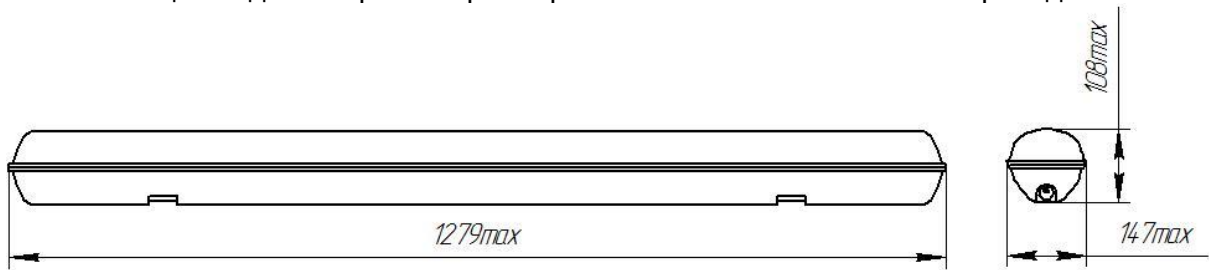

Рис.1
1.2.18 Общий вид и габаритные размеры светильника Линия-14-БА приведены на Рис.1.
1.4.1 Светильник состоит (см. Рис.1) из корпуса, изготовленного из поликарбоната, который является несущим элементом светильника, защитного стекла, светодиодных полупроводниковых модулей, источника питания, блока аварийного питания, аккумуляторной батареи и контактного устройства.